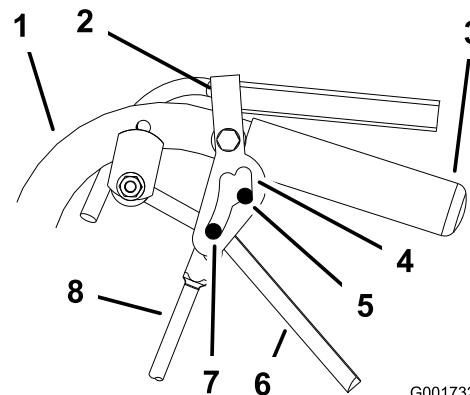

Bild 40
5. Lösen und aktivieren Sie die Neutralarretierung und stellen Sie sicher, dass sich der Reifen nicht dreht (Bild 40). Tun Sie dies, bis sich der Reifen nicht mehr dreht.